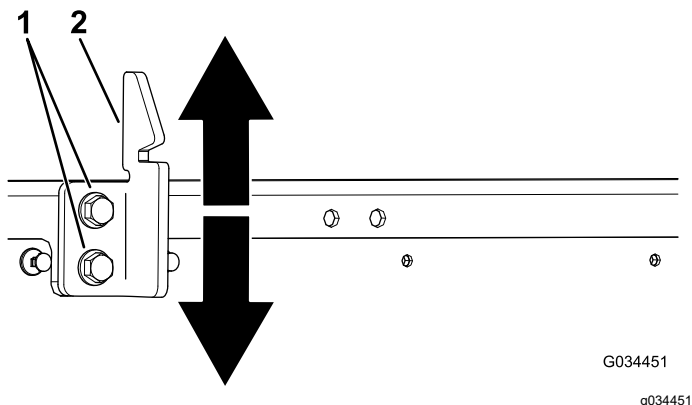

Figure 65
3. Desserrez les 2 boulons sur la gâche du loquet et montez ou descendez la gâche selon qu'elle est trop haute ou trop basse (Figure 65).
4. Serrez les 2 boulons de la gâche du loquet du plateau (Figure 65).